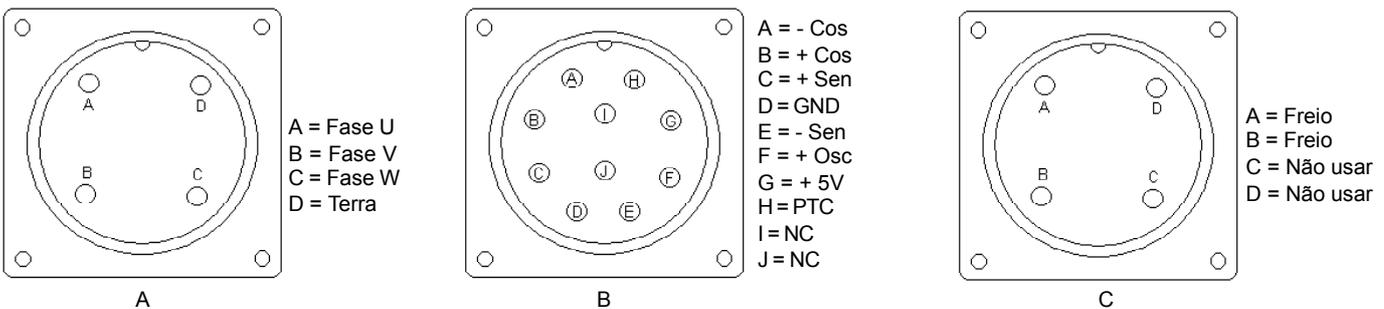

Figura 8.21 - Conector de potência do servomotor (A), do resolver (B) e do freio (C)
O resolver montado na tampa traseira do servomotor fornece sinais para o controle da velocidade e posição do rotor do servomotor. A ligação do resolver ao servoconversor é feita por um conector circular, conforme figura 8.21. Ver também o item 8.2 sobre detalhes do cabo do resolver.